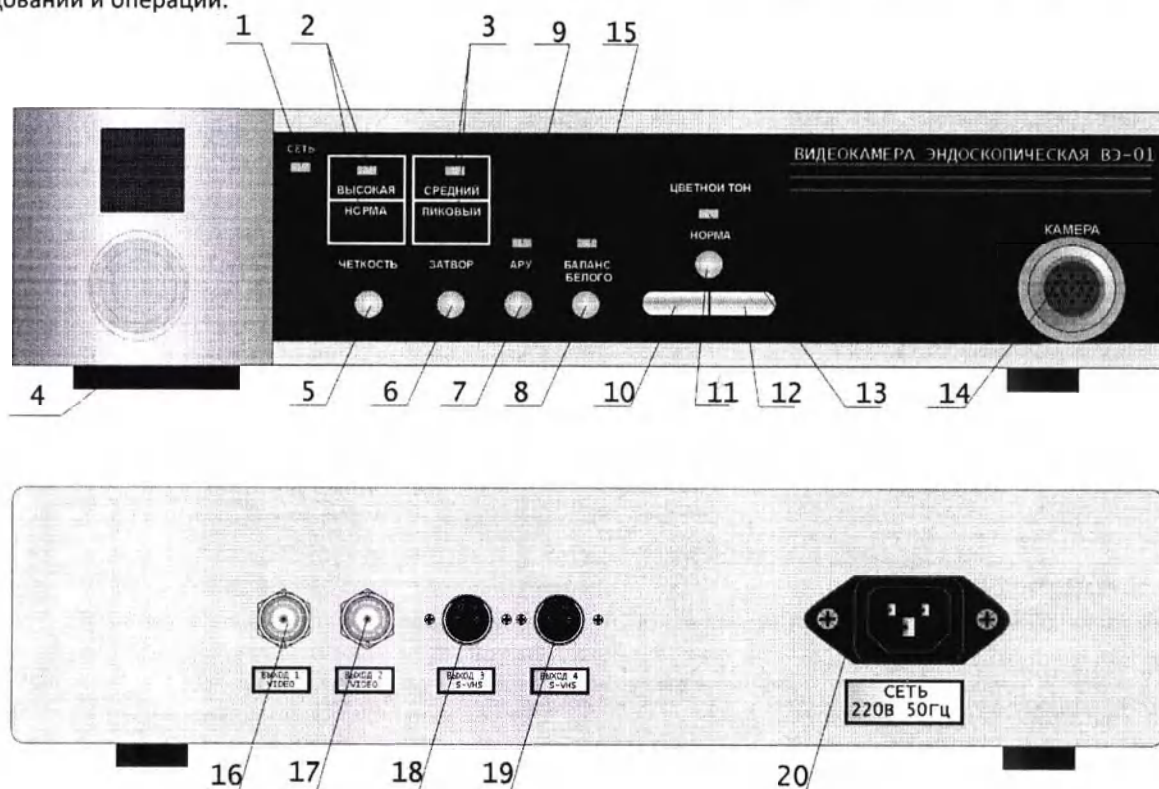

Рис.1
1. Видеокамера эндоскопическая ВЭ-01-«ПРИМА» с принадлежностями (рис.1)
1. Индикатор включения сети (Рис.1):